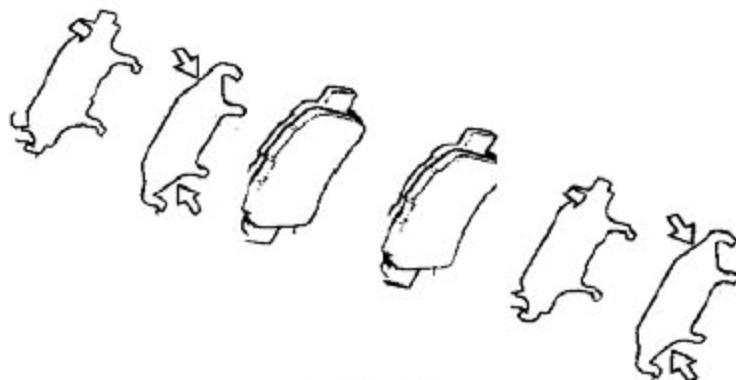

图 3—20
- 在每片消音垫片的两侧涂盘式制动润滑脂，如图 3—20 所示。